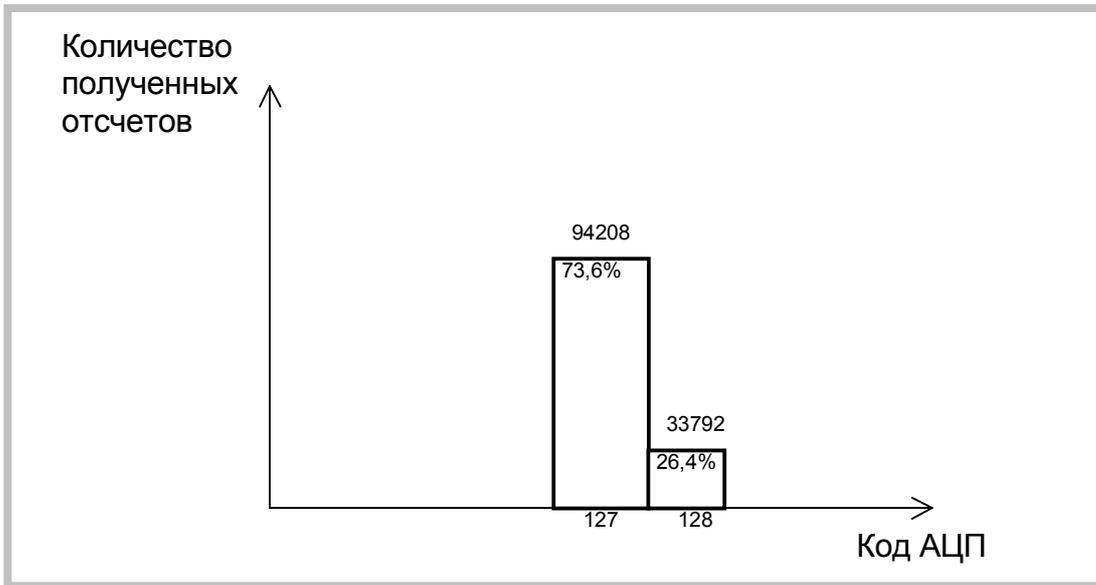

Рисунок 13. Статистика результатов данных 7
7) Диапазон напряжений входного сигнала платы ЛА-н10М6РСІ ±2,5В. Частота запуска АЦП - 50МГц. Число собранных отсчетов 128000 (Рисунок 13).